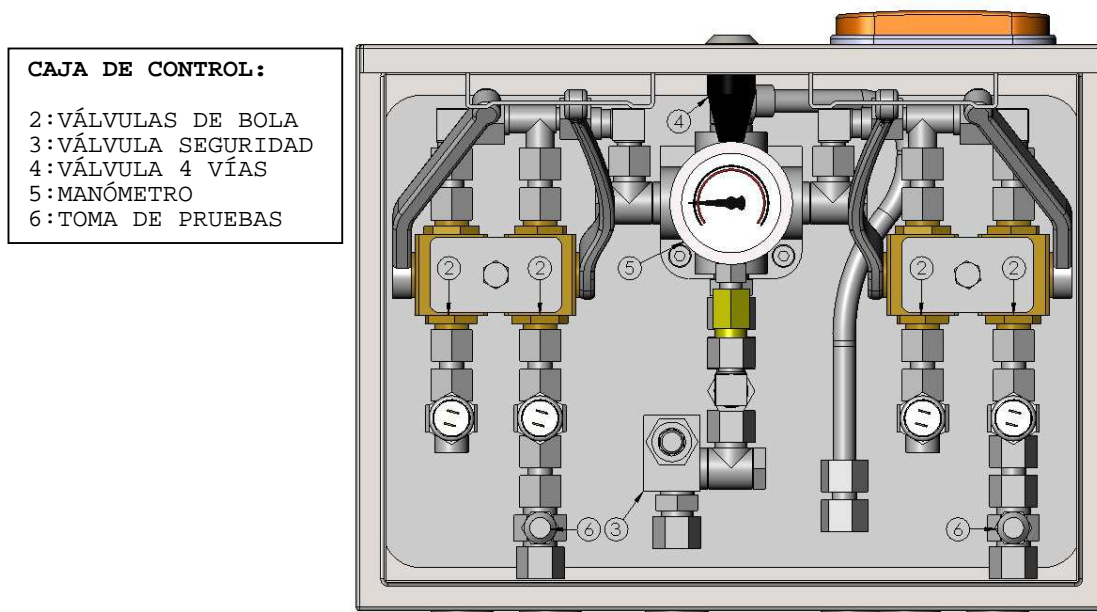

Fig. 9
Abrir las válvulas de bola situadas en la caja de control (ver fig.9 pos.2) y a continuación accionar la bomba manual hasta que el manómetro indique 40 bar. Durante la presurización no se deben exceder los 40 bar o la válvula de seguridad, tarada a esta presión, se abrirá.(ver fig. 9 posición 3)
Abrir todas (x4) las válvulas de bola (ver fig. 9 pos. 2).
Accionar la válvula de cuatro vías (fig.9 pos.4) hacia la izquierda o a la derecha, según sea necesario, y bombear hasta lograr la posición correcta de las ruedas, comprobando el "punto cero" marcado en el eje.